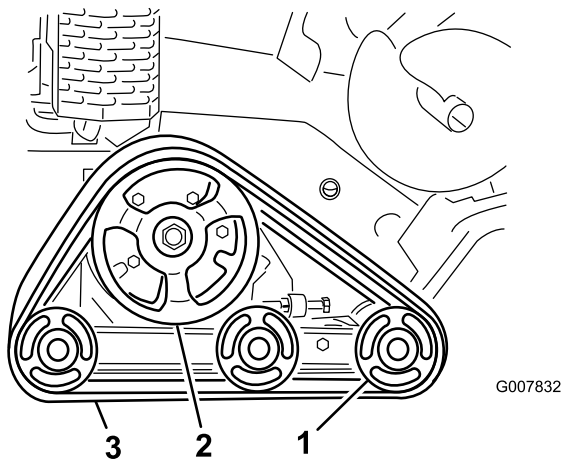

Figure 47
**Important:** Nettoyez soigneusement les galets de roulement et le pignon d'entraînement (Figure 47).